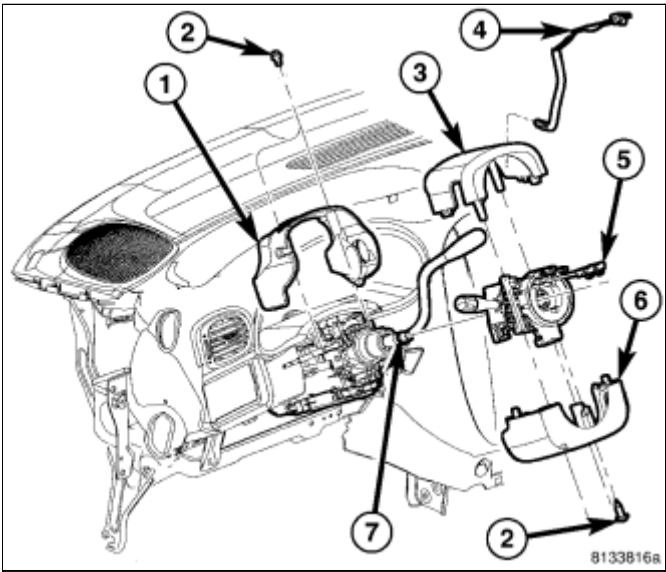

图 2 转向柱护罩
16. 将固定护罩放到安装位置，安装2个转向柱固定护罩固定螺钉(图 2)。